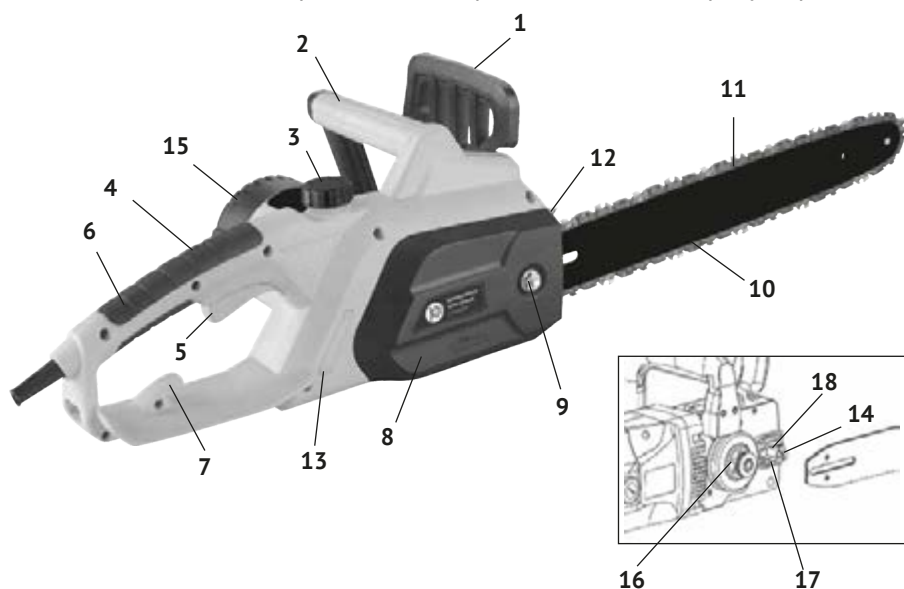

рис. 1
Привод цепи осуществляется однофазным коллекторным электродвигателем. Рабочим органом пилы является пильный аппарат, состоящий из бесконечной (замкнутой) пильной цепи (рис.1 поз.11), бегущей по направляющей шине (рис.1 поз.10).
1.3 Включение пилы в работу осуществляется нажатием на клавишу выключателя (рис.1 поз.5). Выключатель имеет блокировку от случайного включения. Нажатием кнопки (рис.1 поз.4, слева на задней рукоятке), клавиша выключателя разблокируется. После нажатия на клавишу выключателя (рис.1 поз.5), ведущая
На правой половине корпуса находится крышка шины (рис.1 поз.8). На ней расположены гайка фиксации (рис.1 поз.9) крышки и направляющей шины с цепью.
Рядом с крышкой шины находится окно контроля уровня масла (рис.1 поз.13).
- открутив гайку фиксации (рис.1 поз.9), снять крышку шины (рис.1 поз.8);
- поворотом винта (рис.1 поз.14) против часовой стрелки переместить палец натяжной (рис.1 поз.17) в крайнее левое положение. Установить шину на шпильку крепления (рис.1 поз.18), при этом палец натяжной должен войти в установочное отверстие направляющей шины;
- пильную цепь (рис.1 поз.11) наденьте на ведущую звёздочку (рис.1 поз.16). Уложите верхнюю часть цепи в паз шины, пропустите цепь между зубцами ведомой звёздочки на переднем конце шины;
- слегка натяните цепь винтом (рис.1 поз.14), вращая его по часовой стрелке;
- установите крышку шины и слегка затяните гайку фиксации (рис.1 поз.9).
Регулировка натяжения цепи производится винтом (рис.1 поз.14) при ослабленной гайке крепления шины (рис.1 поз.9):
- отверните пробку маслобака (рис.1 поз.3);
- заполните бак маслом до верхней части окна (рис.1 поз.13, следите за тем, чтобы в бак не попала грязь);